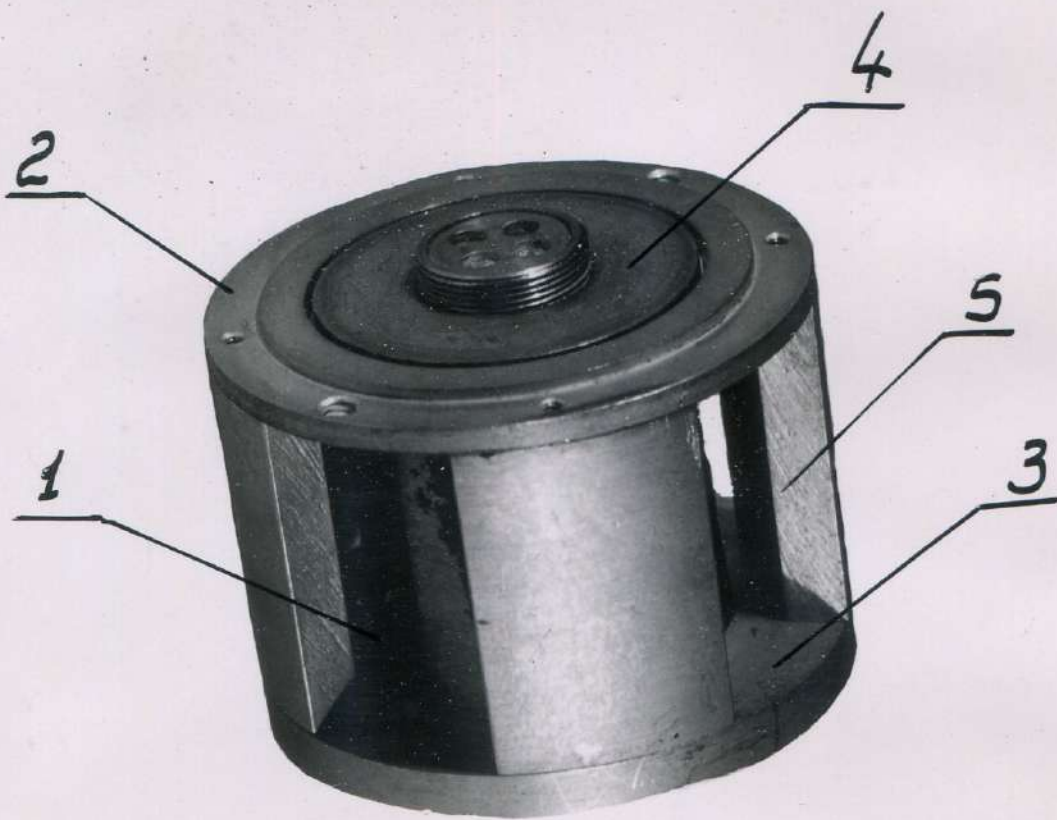

Рис. 3
Магнитная система (рис.3) состоит из полого кернового магнита (1), верхнего (2) и нижнего (3) фланцев, керна (4) и четырех стоек (5).